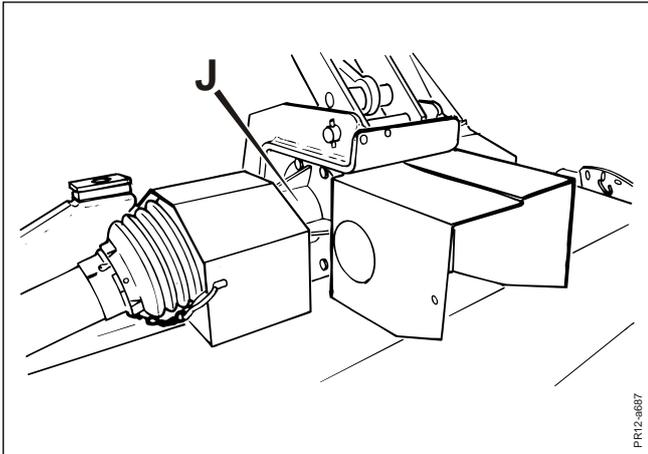

Fig. 4-11
**Fig. 4-11** Dieses Winkelgetriebe **J** ist zwischen die beiden Gelenkwellen auf der Maschine angebracht. Es ist das Getriebe für umgekehrte Drehrichtung auf dem Schlepper PTO, daß gewendet wird.